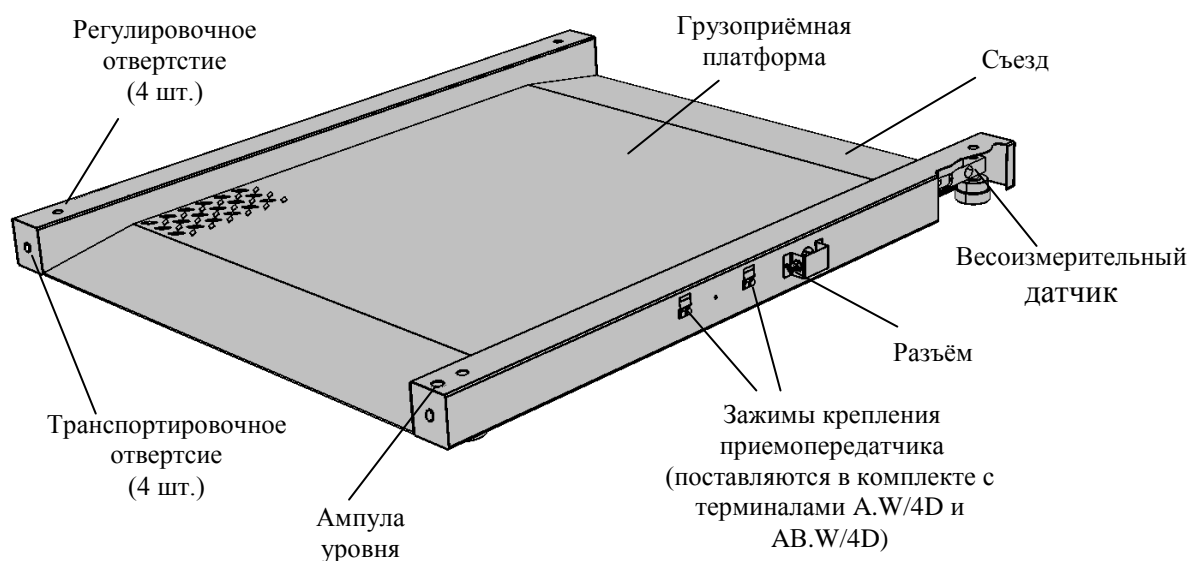

Рис. 4.1- Модуль взвешивающий 4D-LM_
4.1 Модуль взвешивающий представляет собой единую конструкцию из рамы и грузоприемной платформы с двумя съездами. В состав модуля входят четыре цифровых весоизмерительных датчика с опорами (см. Рис. 4.1).